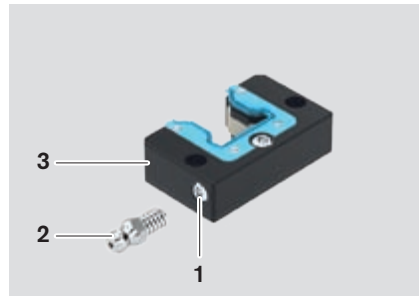

Bild 1
- Gewindestift aus der Schmierbohrung (Bild 1, Pos. 1) entfernen und aufbewahren.
- Schmiernippel (2) einschrauben.
- Vorsatzschmiereinheit (3) flach hinlegen, Ölmenge nach Tabelle 2 einfüllen, ca. 36 Stunden liegen lassen.